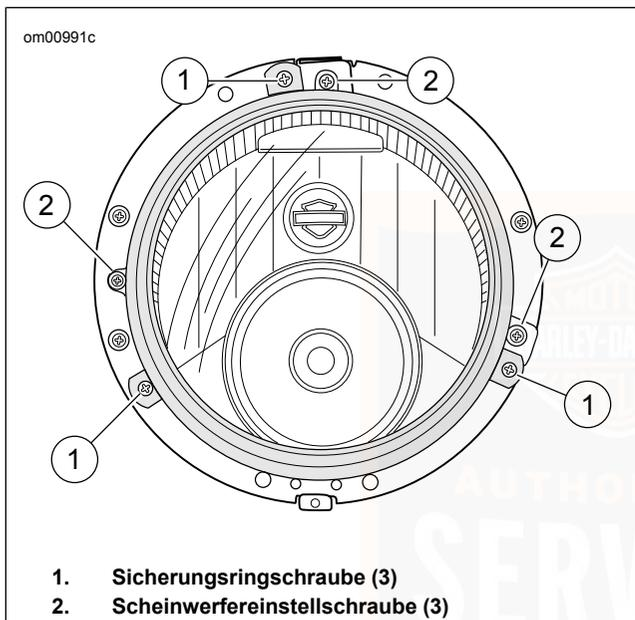

Abbildung 81. Scheinwerfer-Sicherungsring
3. Siehe Abbildung 81. Die Schrauben (1) entfernen, mit denen der Sicherungsring befestigt ist.
2. Siehe Abbildung 81. Scheinwerferbaugruppe mit Sicherungsring und Schrauben (1) befestigen. Auf 2,6–2,9 N·m (23–26 **in-lbs**) anziehen.